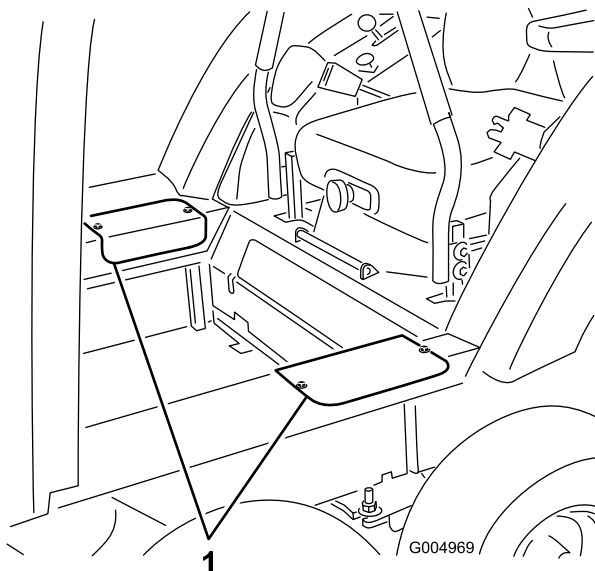

Figure 52
14. Enlevez les deux vis qui fixent chaque couvercle d'accès latéral et déposez les couvercles (Figure 52).